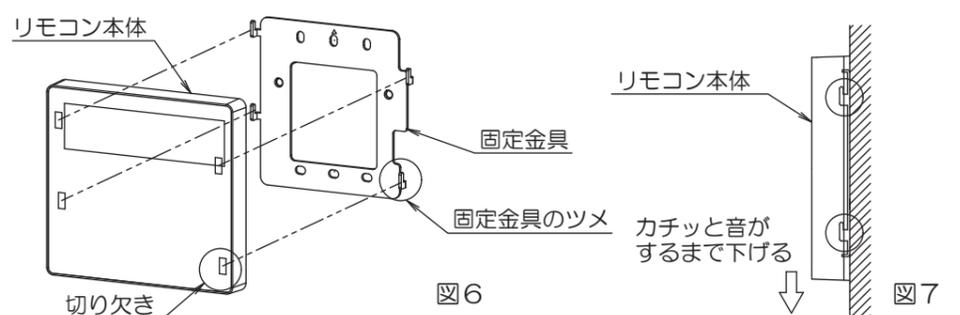

図7
4. リモコン本体を下方へスライドさせ、リモコンを取り付ける。（図7）